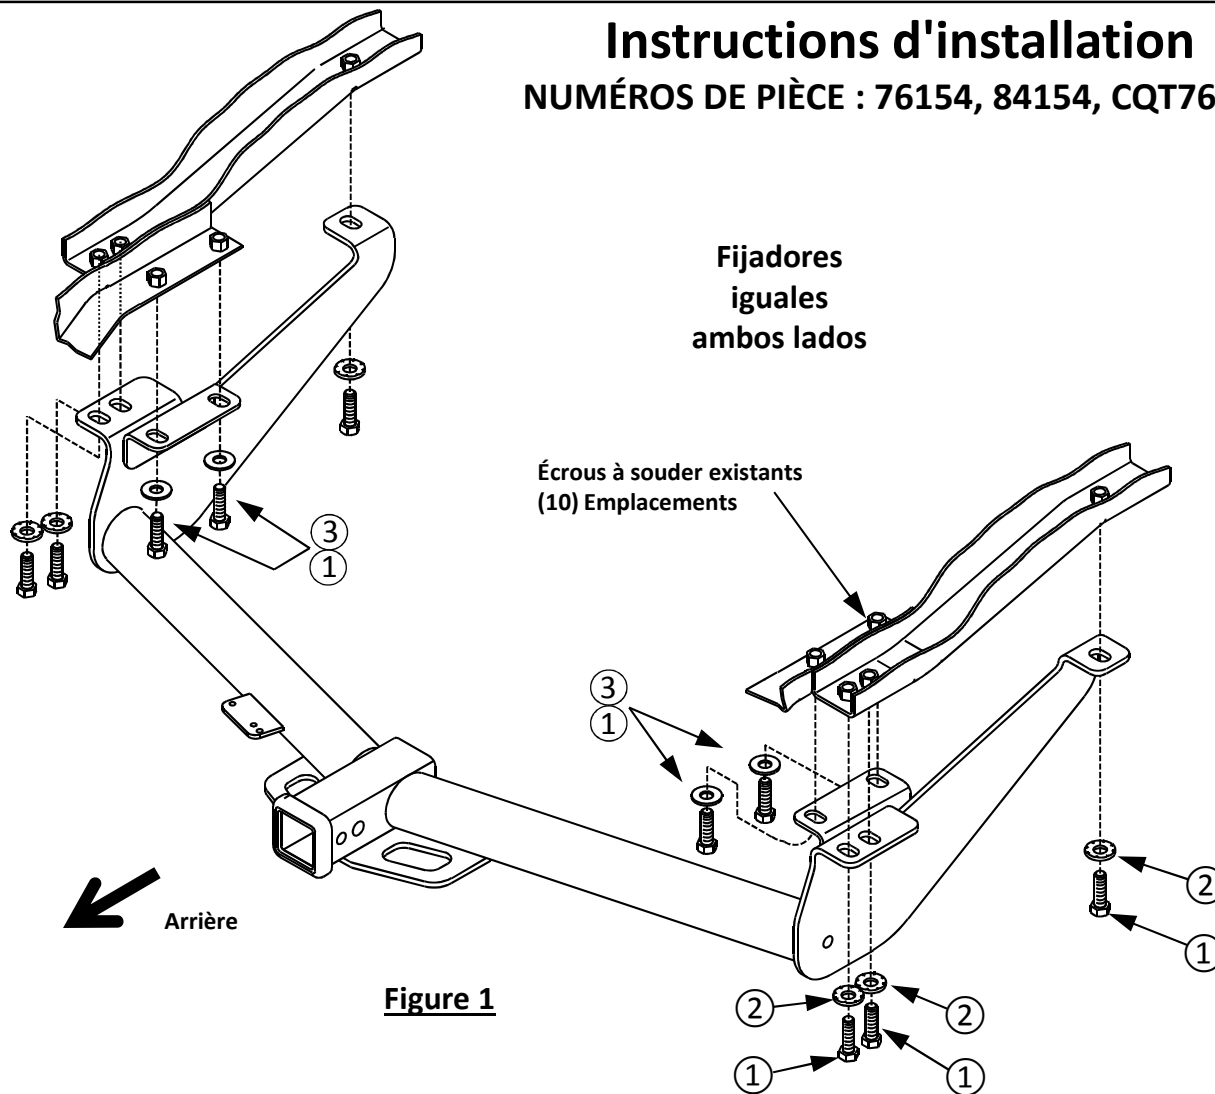

Figure 1
- Install hitch** – Raise the hitch into position, raising the passenger's side hitch bracket above the exhaust first, then raise the driver's side into position. Using the supplied hardware, install the M12 bolts, conical toothed washers, and hardened flat washers as shown. **See Figure 1.**
2. **Install hitch** – Raise the hitch into position, raising the passenger's side hitch bracket above the exhaust first, then raise the driver's side into position. Using the supplied hardware, install the M12 bolts, conical toothed washers, and hardened flat washers as shown. **See Figure 1.**
- Installer l'attelage** – Soulever l'attelage en position au-dessus du premier échappement en commençant par le support d'attelage du passager, puis soulever le côté conducteur en place. En utilisant la visserie fournie, poser les boulons M12, les rondelles dentées coniques et les rondelles plates durcies comme illustré. **CONSULTER LA FIGURE 1.**
2. **Installer l'attelage** – Soulever l'attelage en position au-dessus du premier échappement en commençant par le support d'attelage du passager, puis soulever le côté conducteur en place. En utilisant la visserie fournie, poser les boulons M12, les rondelles dentées coniques et les rondelles plates durcies comme illustré. **Consulter la figure 1.**